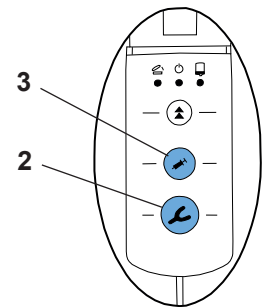

Fig. 8
- Si l'utilisateur appuie sur une touche d'extrusion (porte-empreinte 2, Fig. 8) ou distributeur (3, Fig. 8) sans avoir sélectionné de programme auparavant, l'appareil active automatiquement le programme ST . La DEL située à côté de la touche ST s'allume.